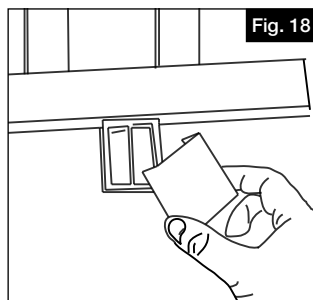

Fig. 18
- Fije el pie de soporte en la superficie de la plataforma con el tornillo para el pie de soporte y encaje la cubierta en su lugar (solo 10') (Fig. 18).